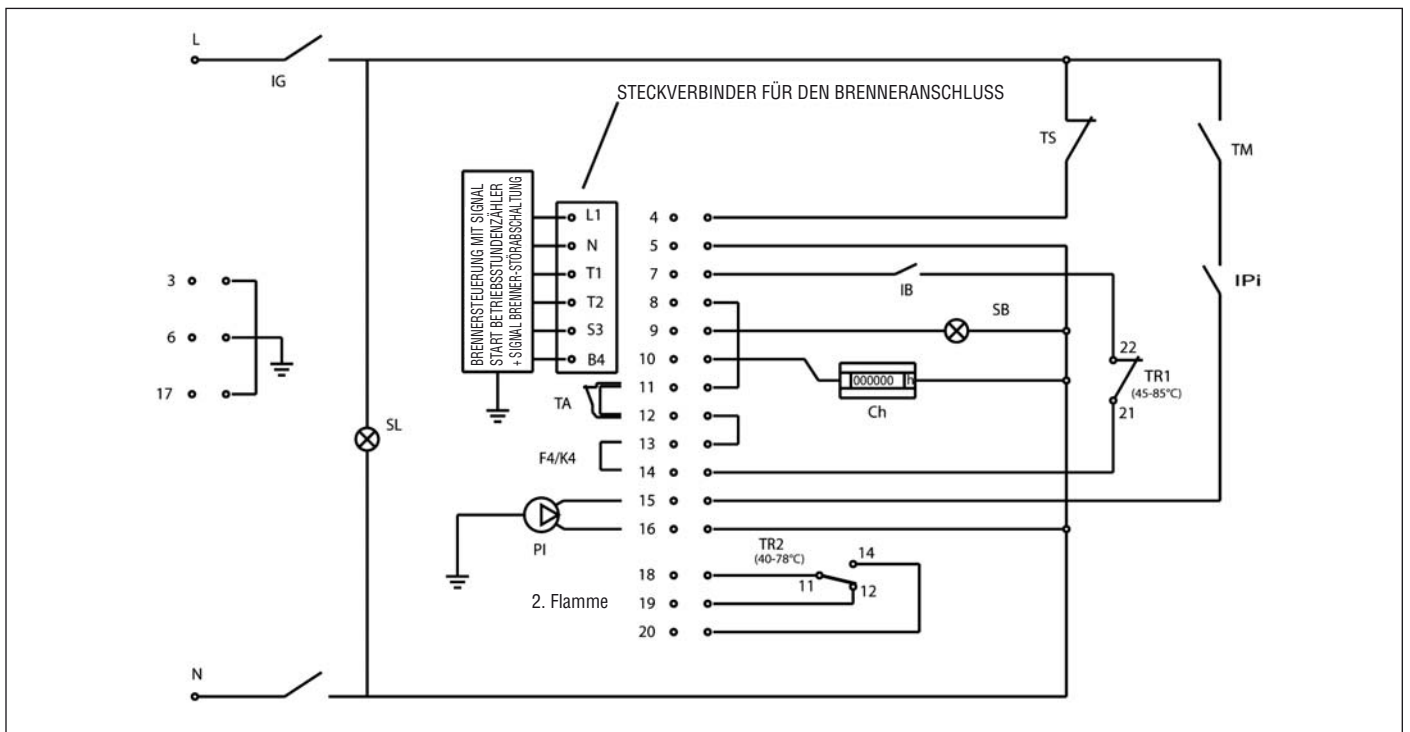

Fig. 17
7.2 Schaltplan für brenner und einphasenpumpe (Fig. 17)
10.4 Reinigung des Heizkessels (Abb. 17)